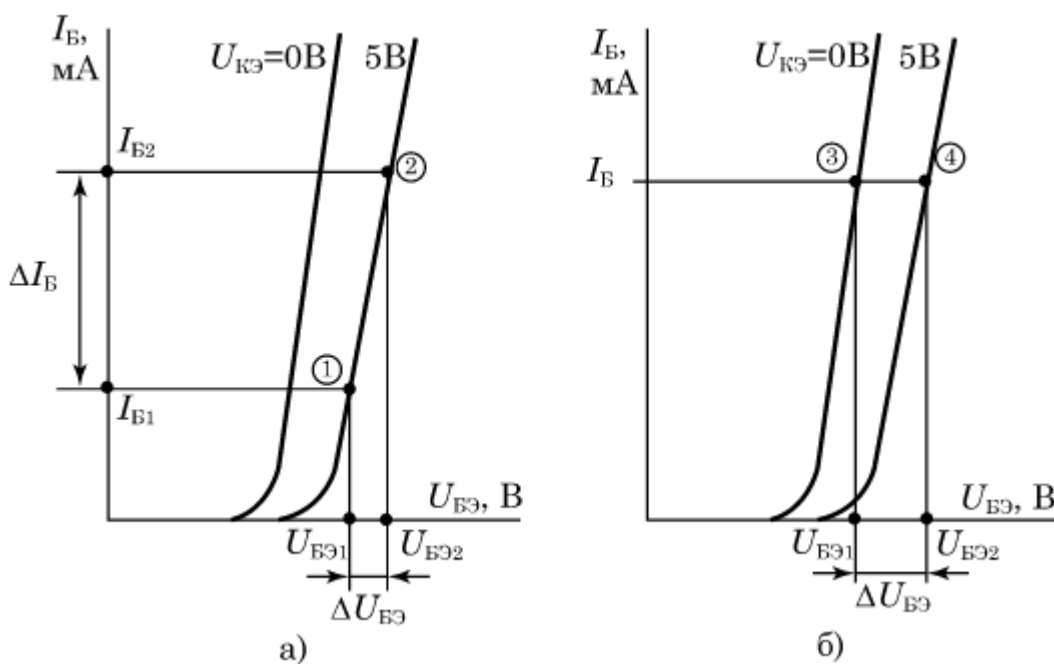

Рисунок 3.1 - К расчёту h -параметров транзистора а) $h_{11Э}$, б) $h_{12Э}$
На рисунке 3.1 показана методика определения $h_{11Э}$ и $h_{12Э}$, используя семейство входных характеристик в схеме с ОЭ. Для определения $h_{11Э}$ выберем в семействе входных характеристик характеристику при постоянном $U_{КЭ}$ (рисунок 3.1а). На этом графике на его линейном участке отметим точки 1 и 2. Проектируя точки 1 и 2 на оси координат находим приращения напряжения $\Delta U_{БЭ}$ и тока ΔI_B и рассчитываем $h_{11Э}$ по формуле (3.1).
Для расчета $h_{12Э}$ (рисунок 3.1б) проведем линию постоянного тока базы I_B и определим точки пересечения 3 и 4 этой линии со входными характеристиками. Величину $\Delta U_{КЭ}$ определим как разность между напряжениями $U_{КЭ}$, для которых строились входные характеристики (на рисунке 3.1б $\Delta U_{КЭ} = 5 - 0 = 5\text{В}$). Из точек пересечения 3 и 4 опускаем вертикальные линии на ось напряжения и определим приращение напряжения базы $\Delta U_{БЭ}$. Затем рассчитываем $h_{12Э}$ по формуле (3.2).
2. На характеристиках выполнить соответствующие графические построения для определения приращений токов и напряжений (рис. 3.1 – 3.2).